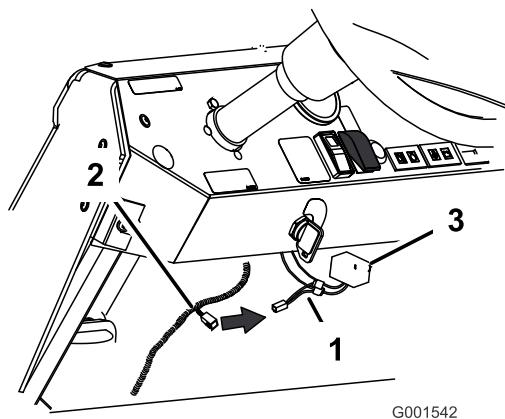

Figura 17
- B. Faça corresponder os fios coloridos e separe as duas extremidades para os fios que entram no conector do interruptor de luz (Figura 17).
C. Ligue a cablagem do adaptador à nova cablagem (Figura 17).